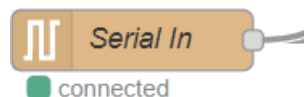

Figura 1. Conexión USB con éxito
- 3- Aparecerá un diagrama con una gran cantidad de bloques. Si no ha surgido ningún problema, los siguientes bloques deberían mostrar un recuadro verde con un mensaje como el de la Figura 1.